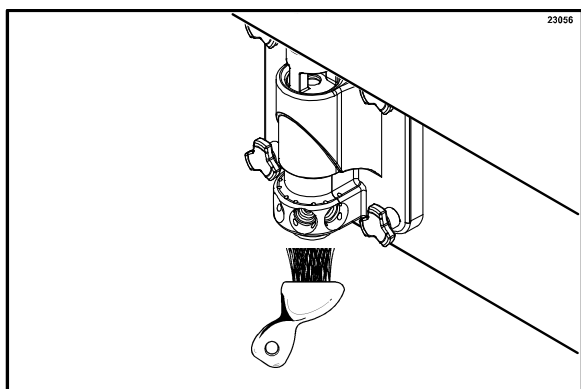

Figura 24
4. Volte à máquina com uma pequena quantidade de solução sanitizante. Com um balde embaixo da saída de produto da porta, mergulhe a escova na solução sanitizante. Escove a saída de produto da porta, a parte inferior do spinner e lâmina do spinner e os acessórios da linha de xarope. (Veja a Figura 24.)